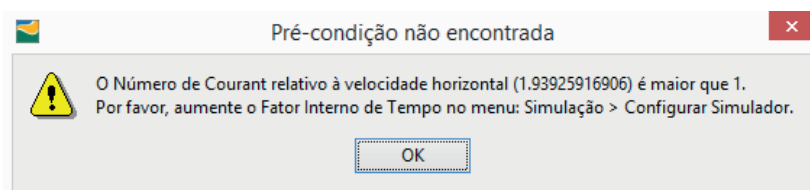

Figura 4.7 Mensagem de aviso da pré-condição estabelecida no SCBR.
4.13. Minha simulação apresentou um resultado estranho que não me parece real. A mensagem de erro da Figura 4.7 apareceu. O que está acontecendo?